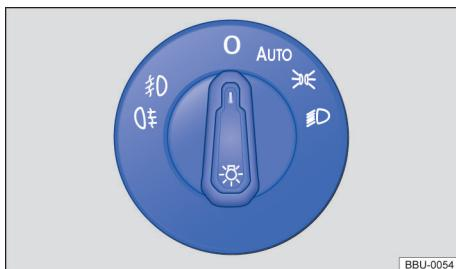

Fig. 89 Junto ao volante: botão rotativo das luzes (variante 1).
- **Ligar o farol de neblina** : puxe o interruptor das luzes para fora → Fig. 89 até a primeira ranhura. A luz de controle  se acende em verde no interruptor.